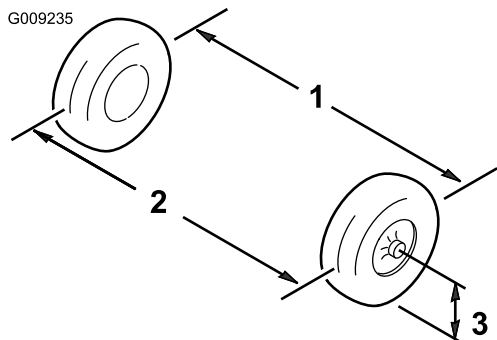

Figura 44
2. Meça a distância entre os pneus dianteiros à altura do eixo na zona dianteira e traseira dos pneus dianteiros (Figura 44).